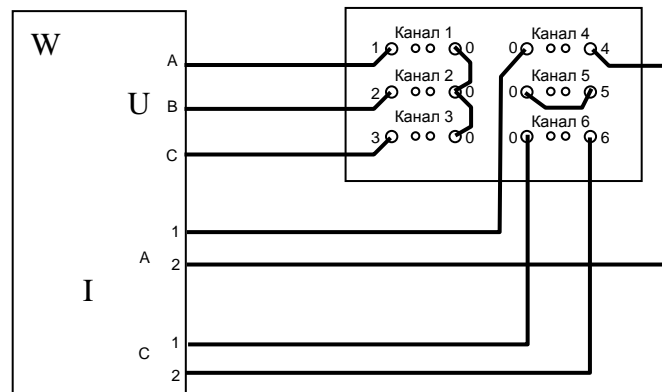

Рисунок 5. Пример подключения трехфазного ваттметра.
6.8. На рис. 5 показана схема подключения трехфазного ваттметра к каналам 1 – 6. В программе, при этом, по каналам 1 – 3 должен быть выставлен режим трехфазного генератора и тип регулируемого параметра — напряжение. А по ка-